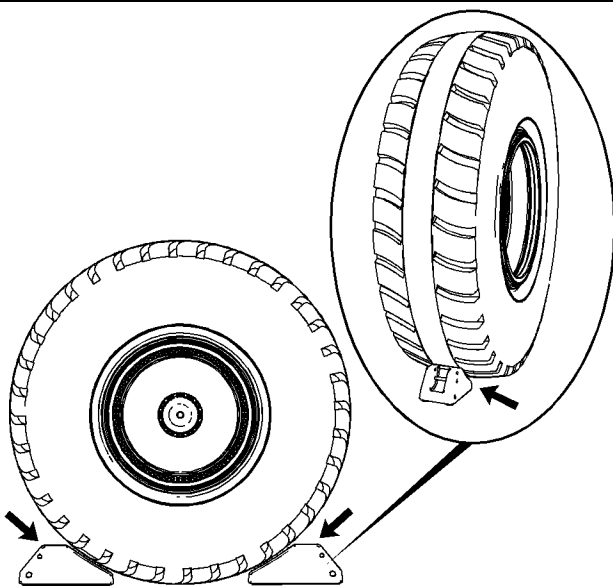

Ilustración 138
5. Quite cada bloque para rueda del soporte de almacenamiento e instálelo en el neumático, como se muestra en la ilustración 138. Coloque un bloque para rueda en la parte delantera y otro en la parte trasera del neumático. Coloque cada bloque para rueda firmemente contra el neumático y en ángulo recto con el neumático. Coloque los bloques para rueda en el centro de la banda de rodadura del neumático.